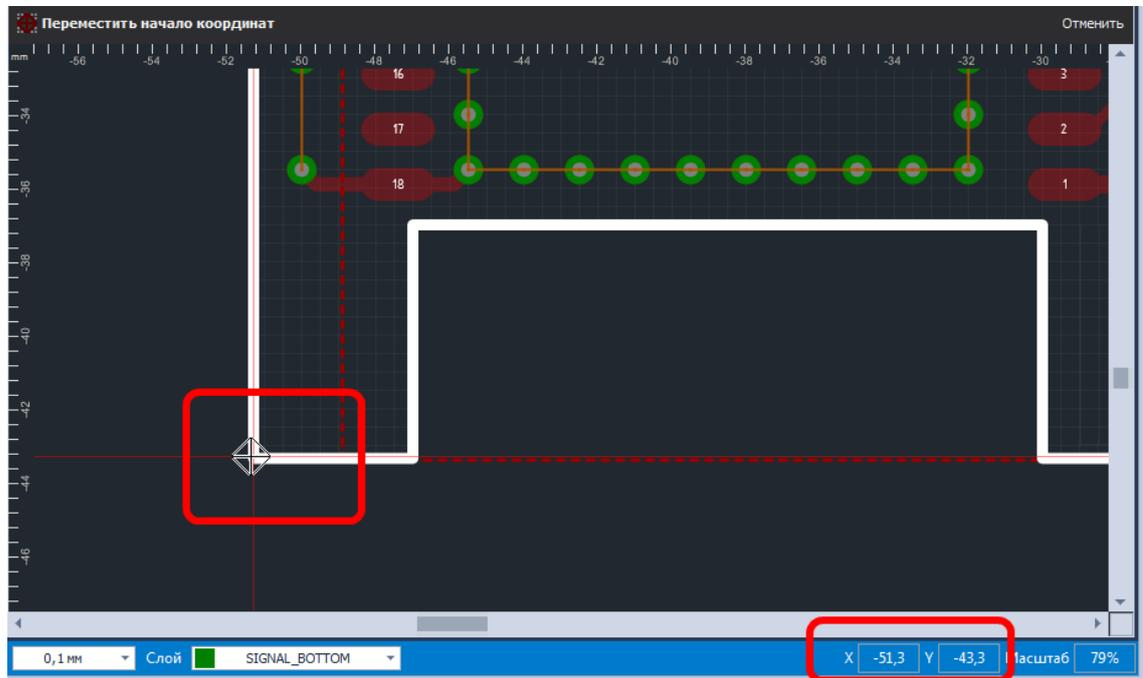

Рис. 6. Перенос начала координат
2. Переместить курсор в нужную точку (внешний вид курсора должен измениться) и нажать левую кнопку мыши, см. Рис. 6. В правом нижнем углу главного окна указываются текущие координаты курсора (в актуальной системе координат).